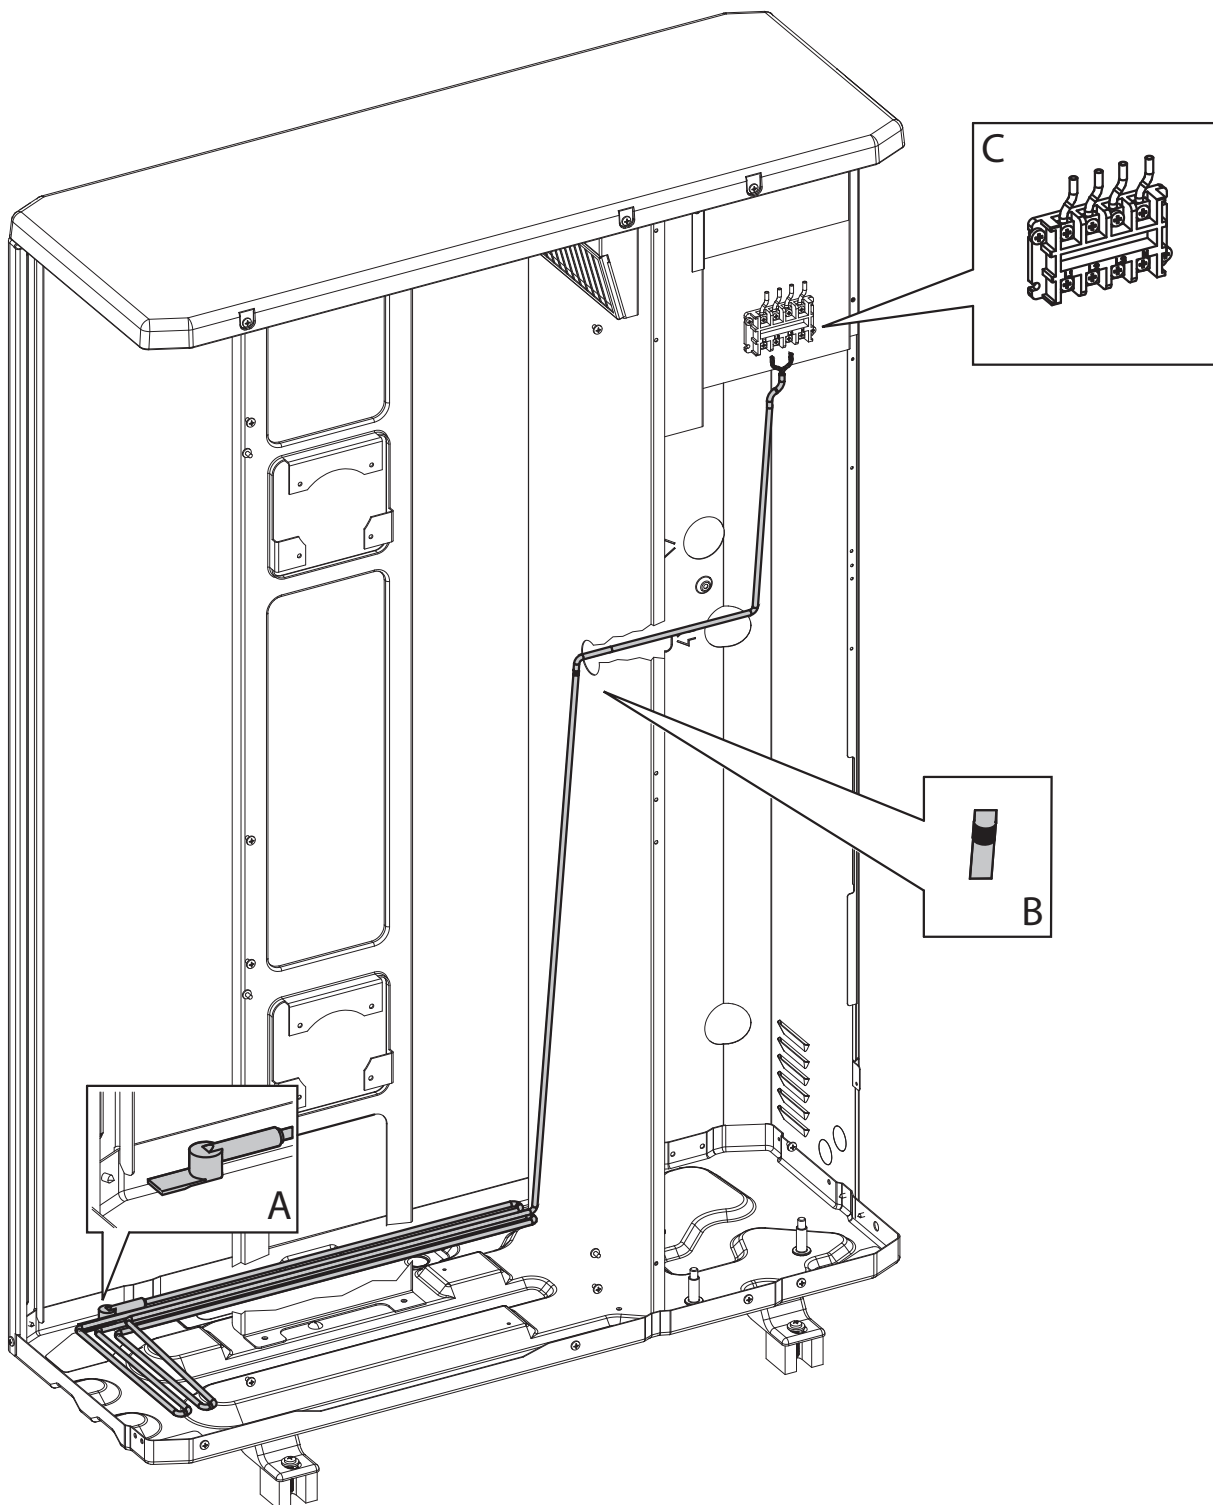

Fig. 2
Modelli Audax 12 - 16 - 16 Mono - Audax Pro 9 V2 (Fig. 2).
- Stendere il cavo scaldante secondo il percorso illustrato in Fig. 2 infilandolo nel foro situato sulla lamiera di protezione interposta tra la zona ventola e batteria e la zona quadri elettrici.
Models Audax 12 - 16 - 16 Mono - Audax Pro 9 V2 (Fig. 2).
- Lay the heating cable according to the path shown in Fig. 2 by inserting it into the hole on the metal-sheet protective plate placed between the fan and battery area and the electrical panel area.
Audax 12 - 16 - 16 Mono - Audax Pro 9 V2 (Fig.2).